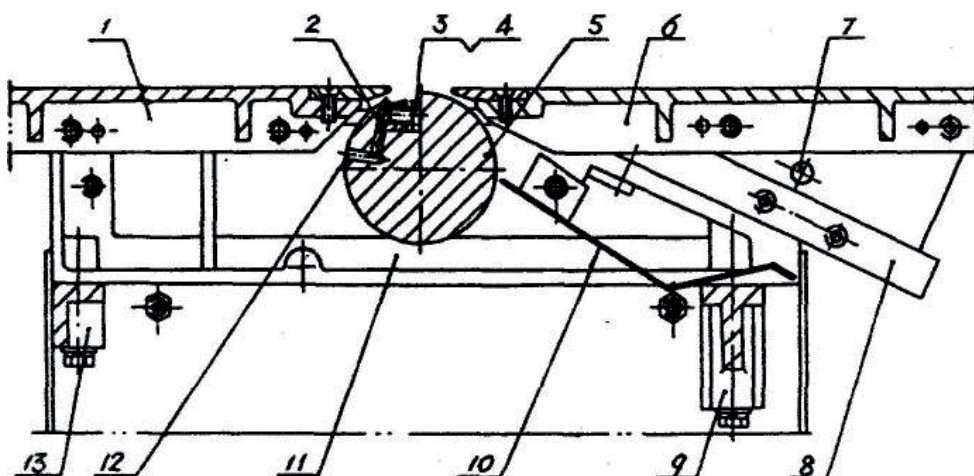

Рис. 5 Стругальний блок
#### Стругальний блок (Рис. 5)
- Див. Рис. 5. Послабте болт ножа 3, вставте викрутку у отвір 12, витягніть механізм 2 назовні, потім трохи закрутіть болт 3, розмістіть плоску лінійку на середню частину крайової пластини заднього столу 1.
- Поставте упор для фасок з напрямною та з'єднайте напрямну з основою, як зазначено на Рис. 5.